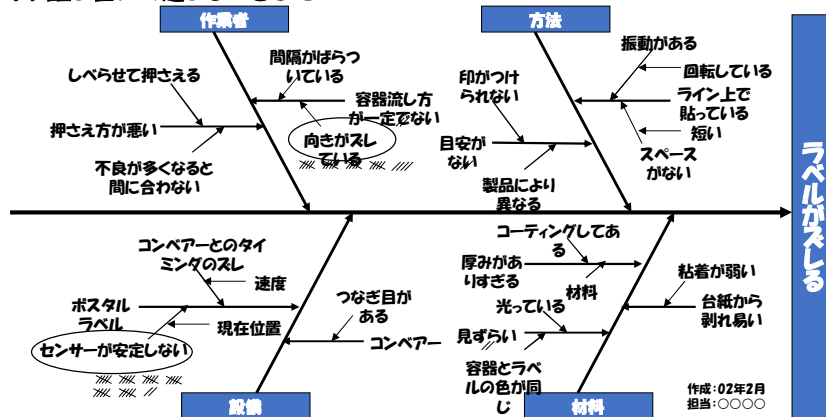

図11. 特性要因図例
5) 対策の検討と実施 演習問題④: 系統図マトリックス図 11/14